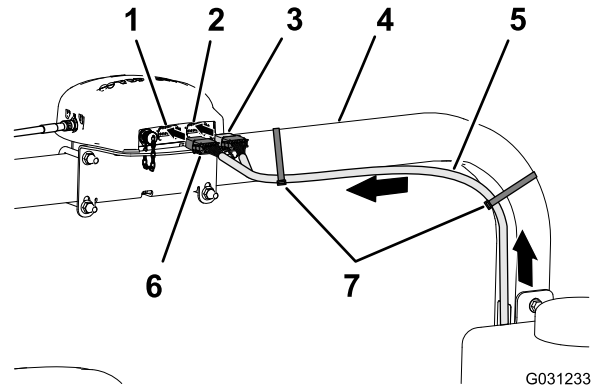

图 166
2. 沿着右 ROPS 管布置 390cm 数据线束支管让灰色 12 插槽接头和黑色 12 插槽接头向上对着导向接收器图 166。
- 如 图 166 所示用 2 条扎带将 390cm 数据线束支管固定到右 ROPS 管上。